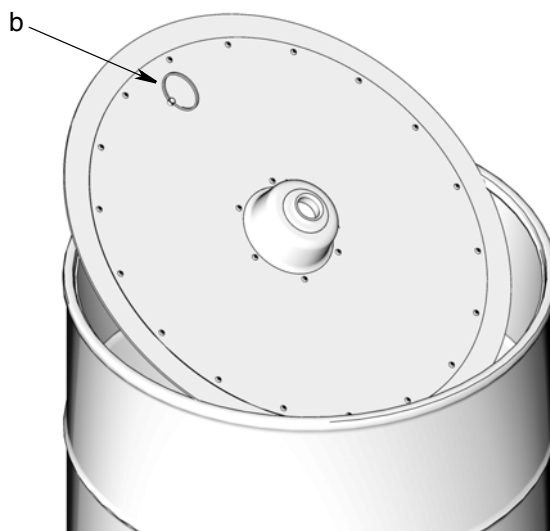

FIG. 6
- Si se trata de una instalación existente, tire del anillo del plato seguidor (b) dentro del bidón para retirar el plato seguidor (FIG. 6). Coloque el plato seguidor sobre un trozo de papel o cartón o trapos limpios. **NO LO COLOQUE SOBRE EL PISO DEL TALLER.**